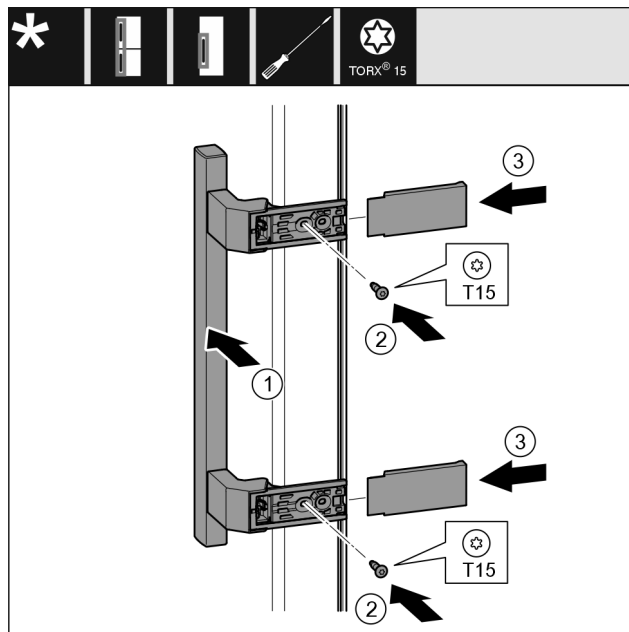

Fig. 22
- Applicare la maniglia Fig. 22 (1) sul lato opposto.
- Stringere le viti Fig. 22 (2) con un cacciavite.
- Applicare le coperture Fig. 22 (3) lateralmente e spingerle in sede.